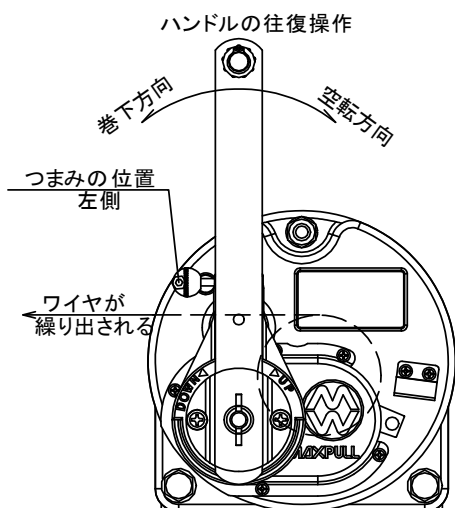

図11 巻下げの切り替えつまみの位置
- (1) ワイヤロープをドラムから繰り出す（巻下げ）ときには、12頁の図11のように切り替えつまみ（赤色のボール）をウインチ正面から見て左側にしてください。